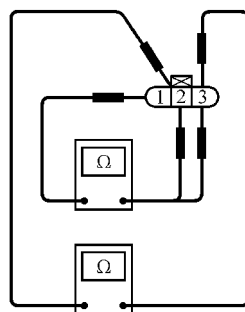

图 4-21 测试点火线圈
- 3) 如图 4-21 所示，分别检查点火线圈端口 1、2 与 3，应有电阻值；1 与 2 之间电阻应为 ∞ ，否则应更换点火线圈。